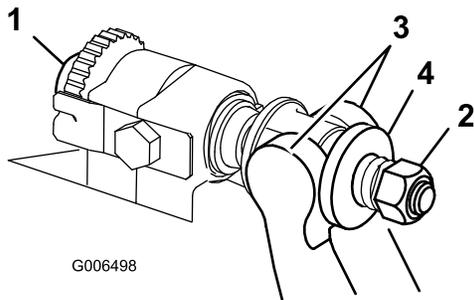

Рисунок 26
1. Поверните регулирующие ручки планки неподвижного ножа против часовой стрелки, чтобы отвести неподвижный нож от барабана (Рисунок 26).
2. Отверните гайку затяжки пружины, чтобы ослабить давление шайбы на планку неподвижного ножа (Рисунок 26).